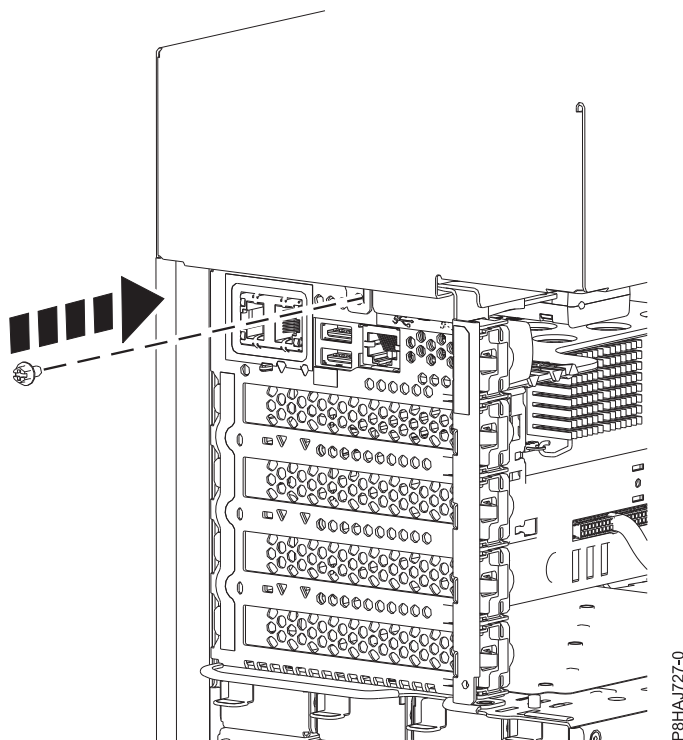

Figura 37. Instalar o parafuso da tampa lateral de 8286-41A
5. Instale o parafuso da tampa lateral com uma chave de fendas Phillips, conforme demonstrado em Figura 37 na página 54.